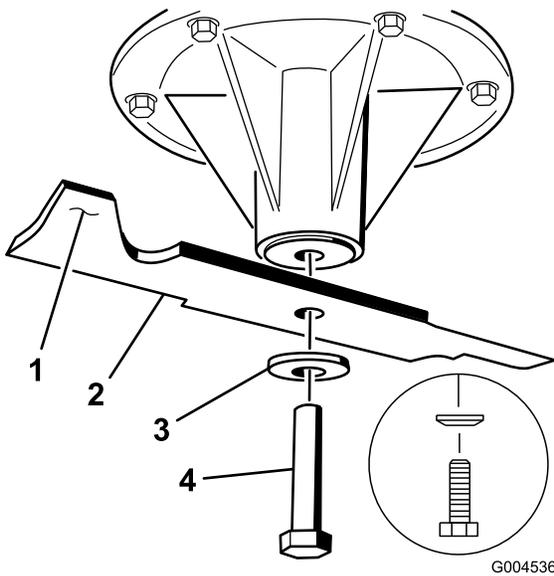

Figure 76
1. Placez la lame sur l'axe (Figure 76).
2. Installez la rondelle élastique et le boulon de la lame. Le cône de la rondelle élastique doit être dirigé vers la tête du boulon (Figure 76). Serrez le boulon à 115–150 Nm (85–110 pi-lb).